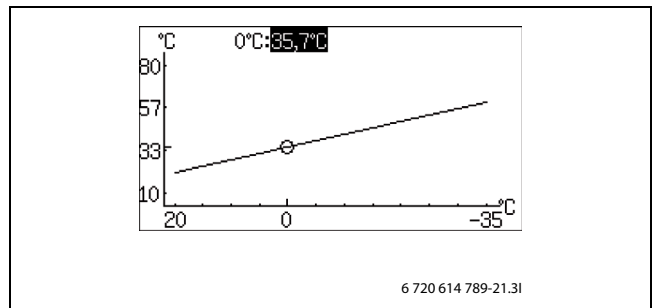

Bild 55
- ▶ Drehknopf bei markiertem Quadrat drehen, bis 0 °C markiert ist (→ Bild 55).